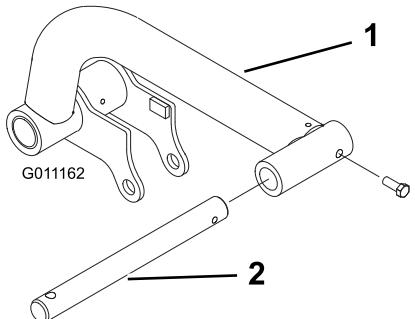

Figura 11
- Insira uma haste de articulação em cada braço de elevação e alinhe os furos de montagem (Figura 11).